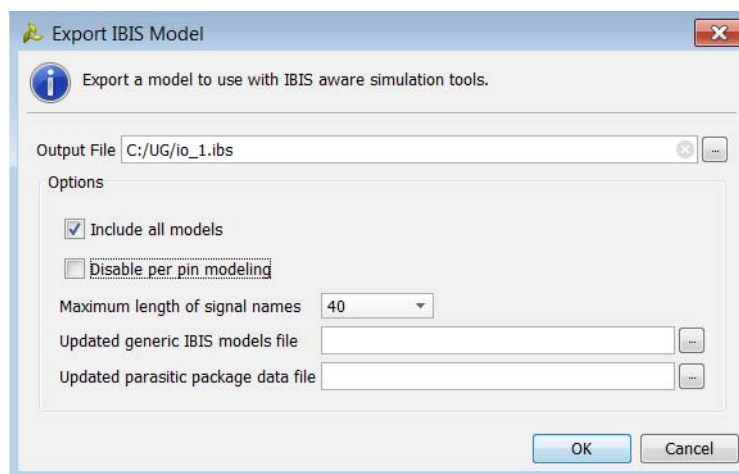

図 3-30 : [Export IBIS Model] ダイアログ ボックス
2. [Export IBIS Model] ダイアログ ボックス (図 3-30) で次のオプションを指定し、[OK] をクリックします。